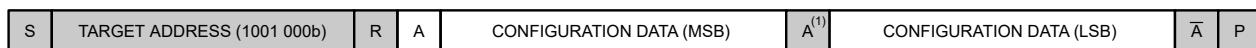

图 9-6. 读取 Configuration 寄存器以检查 OS 是否为 1b
1. 如图 9-6 所示对 Configuration 寄存器进行写入，以配置器件（例如，当使用 ADS1015L 时，写入 MUX[2:0] = 000b、PGA[2:0] = 010b、MODE = 1b、DR[2:0] = 110b）并启动单次转换（OS = 1b）。
或者，如图 9-6 所示，轮询 OS 位是否为 1b，以便确定转换结果何时可供检索。该选项在连续转换模式下不起作用，因为 OS 位的读取结果始终为 0b。